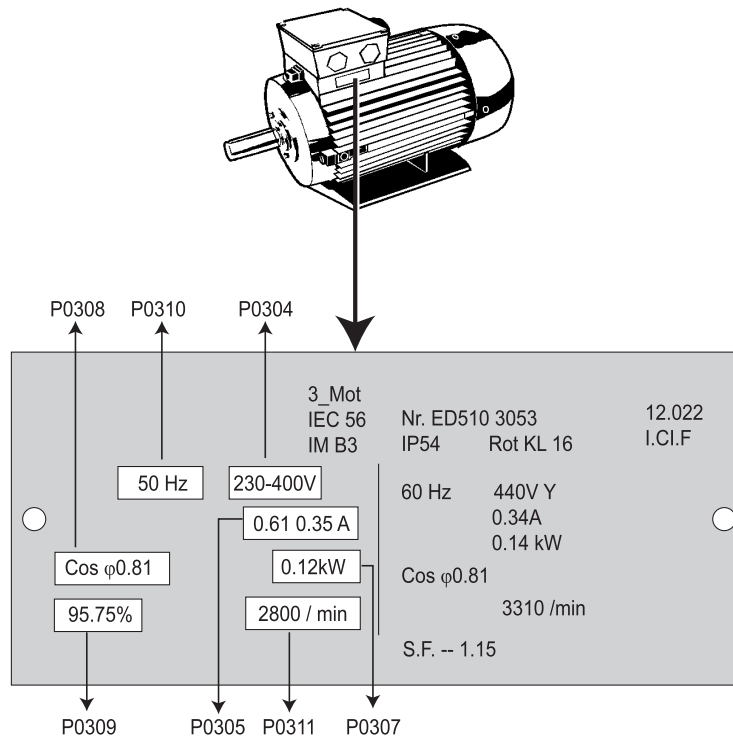

Figura 3-5 Ejemplo de placa de características de motor típica
3. El convertidor está programado de fábrica para aplicaciones estándar asociado a motores estándar de cuatro polos de Siemens con la misma potencia nominal que el convertidor. Si se utilizan otros motores es necesario introducir sus especificaciones tomadas de la placa de características correspondiente. En la figura 3-5 puede verse la forma de leer los datos del motor.